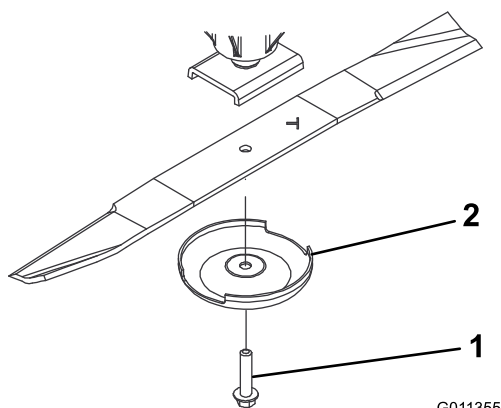

Figure 68
2. Tenez la lame à son extrémité avec un chiffon ou un gant épais. Enlevez le boulon, la coupelle de protection et la lame de l'axe de pivot (Figure 68).
3. Montez la lame, la partie relevée vers le plateau de coupe, et fixez-la avec la coupelle de protection et le boulon (Figure 68). Serrez le boulon de la lame à un couple de 115 à 149 Nm.